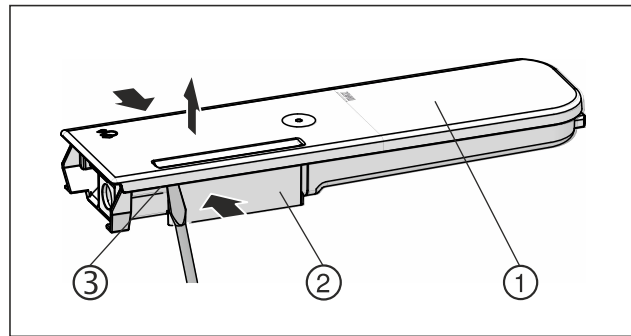

Fig. 128
- Comprimere il serbatoio dell'acqua Fig. 128 (2) e fare leva con attenzione sul coperchio Fig. 128 (1) sollevandolo dai naselli di arresto Fig. 128 (3).
- Spostare leggermente avanti e indietro il coperchio Fig. 128 (1) e rimuoverlo verso l'alto.